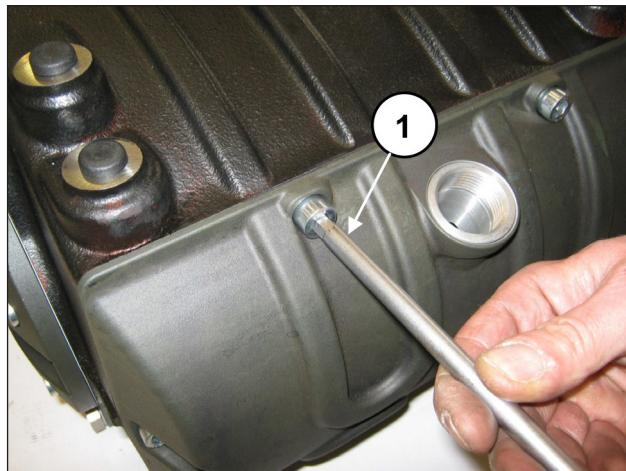

Abb. 2
Lassen Sie die Ölfüllung der Pumpe vollständig ab und demonstrieren Sie dann den Gehäusedeckel (samt O-Ring) durch Abdrehen der 6 Schrauben IM10 (Pos. ①, Abb. 2).